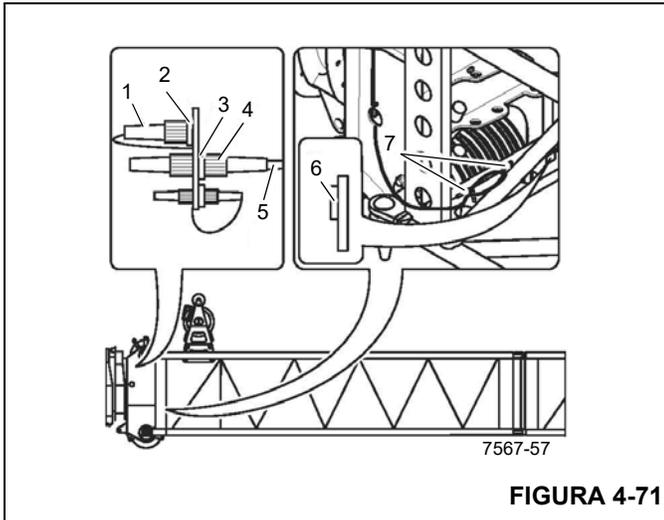

FIGURA 4-71
1. Retire el enchufe de puente (1) (Figura 4-71) del receptáculo (3) y enchúfelo en el receptáculo falso (2).
2. Desenrolle el cable (5) del sujetador (7).
3. Retire el enchufe (4) del receptáculo falso (6) y enchúfelo en el receptáculo (3).
4. Enrolle una porción suficiente de cable (5) en el sujetador (7) de modo que éste no se dañe durante el funcionamiento.